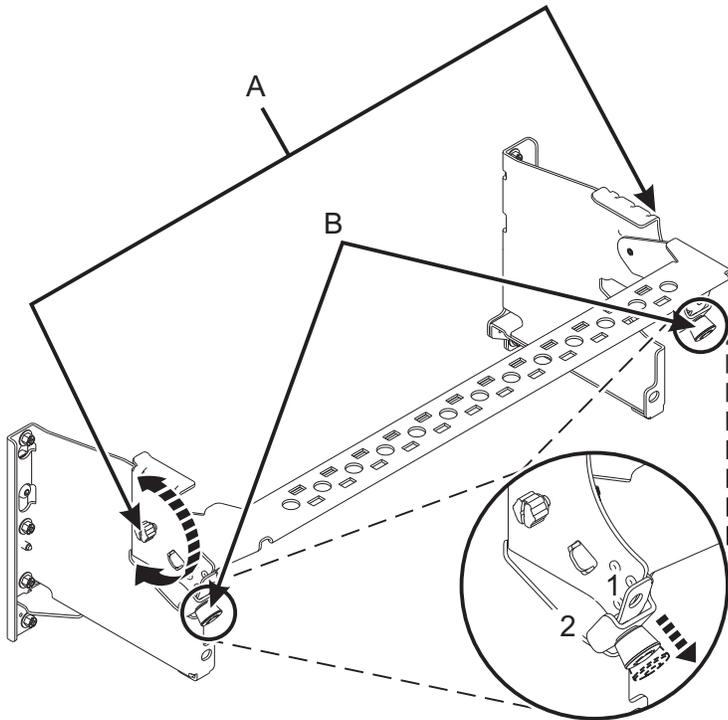

Figura 12. Colocar o suporte de gestão de cabos na posição de funcionamento
6. Coloque o suporte de gestão de cabos na posição de funcionamento. Consulte Figura 12 na página 12.